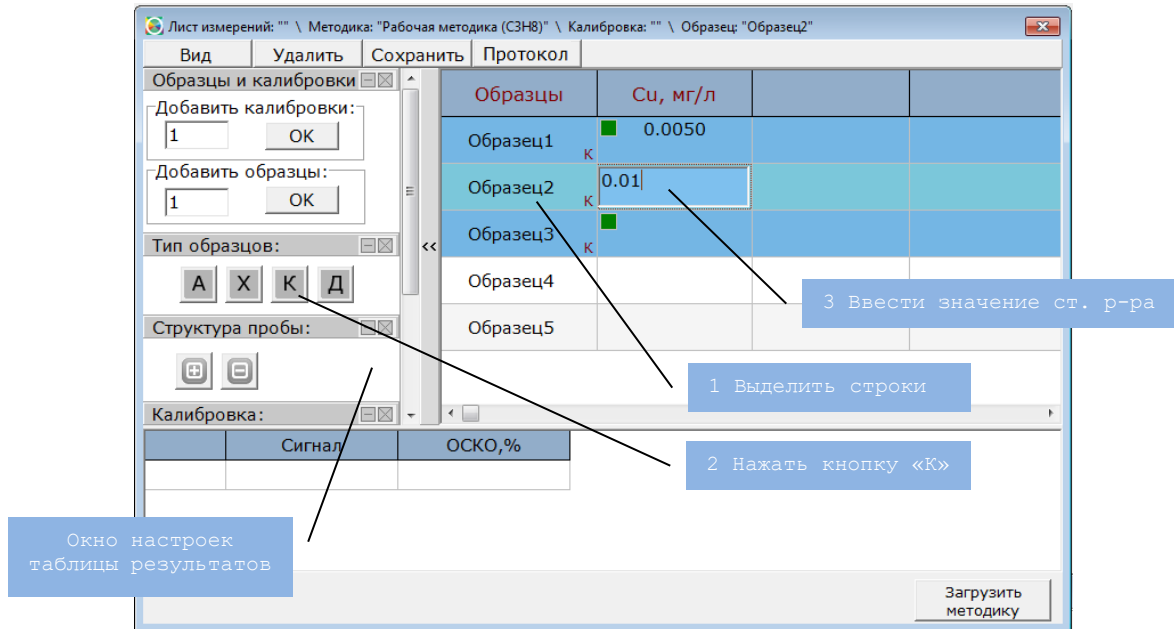

Рис. 21 Подготовка таблицы результатов к проведению калибровки
5. Ввести значения концентраций в нужные ячейки (подвести курсор к ячейке, дважды нажать левую кнопку мыши, ввести числовое значение) Результат проделанных операций представлен на рис. 21, рис. 22.